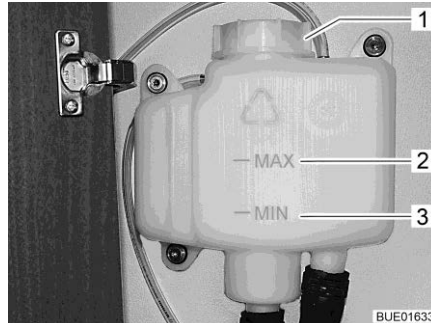

Bild 186 Expansionsbehållare utan kåpa
- Kontroll av vätskenivå utförs på expansionsbehållaren (Bild 186), nivån skall ligga mellan markeringarna "MIN" (Bild 186,3) och "MAX" (Bild 186,2).
- Vredet på expansionsbehållaren (Bild 186,1) öppnas.